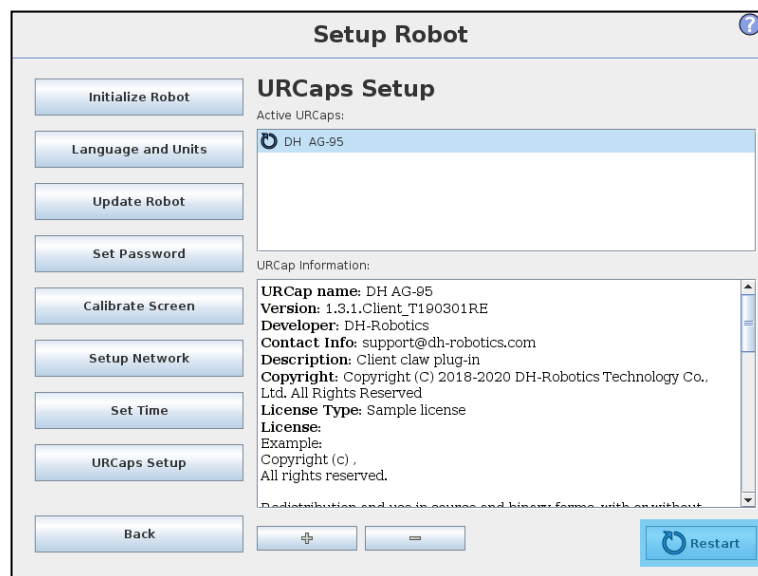

图 5.5 重启界面
6. 点击屏幕最下方的按钮 **Restart**，重启系统，完成插件的安装。如图 5.5 所示。